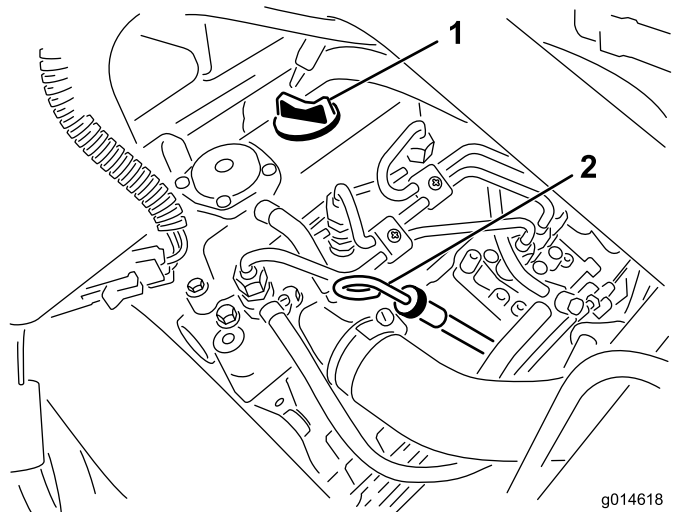

図 30
2. ディップスティックを抜きウェスで一度きれいに拭く(図 30)。